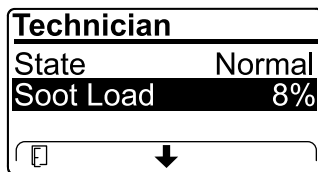

Figura 40
- Vea la carga de hollín que se mide como porcentaje de hollín en el DPF (Figura 40); consulte la tabla de carga de hollín.